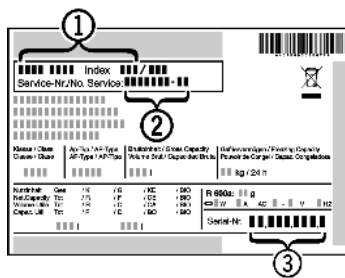

Fig. 14
- ▶ Прочетете от идентификационната табелка описанието на уреда *Fig. 14 (1)*, сервизния № *Fig. 14 (2)* и серийния № *Fig. 14 (3)*. Идентификационната табелка се намира на лявата вътрешна стена на уреда.
- ▶ Обадете се на сервизната служба и посочете неизправността, описанието на уреда *Fig. 14 (1)*, сервизния № *Fig. 14 (2)* и серийния № *Fig. 14 (3)*.